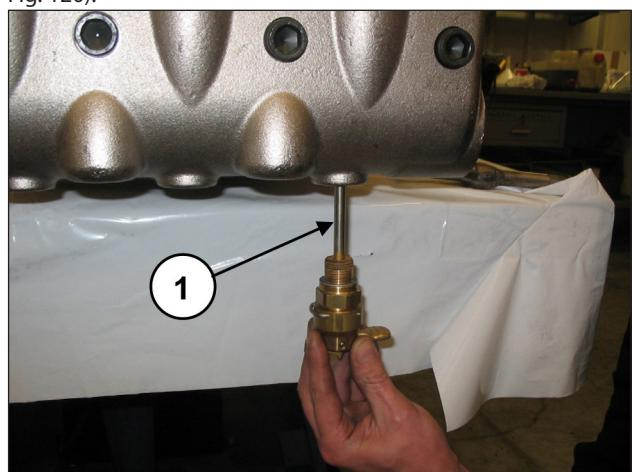
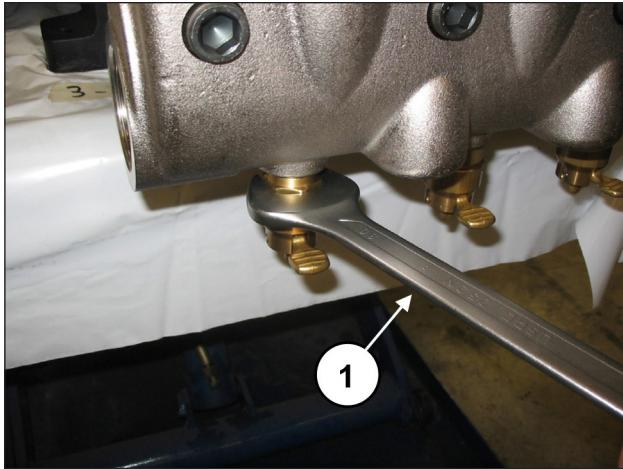

Fig. 119
Fig. 120
Serrer les vis M16x55 du couvre-soupapes à l'aide d'une clé dynamométrique, en suivant les indications du chapitre 3. Monter les dispositifs d'ouverture des soupapes (rep. ①, Fig. 119) et les visser à l'aide d'une clé de 30 mm (rep. ①, Fig. 120).